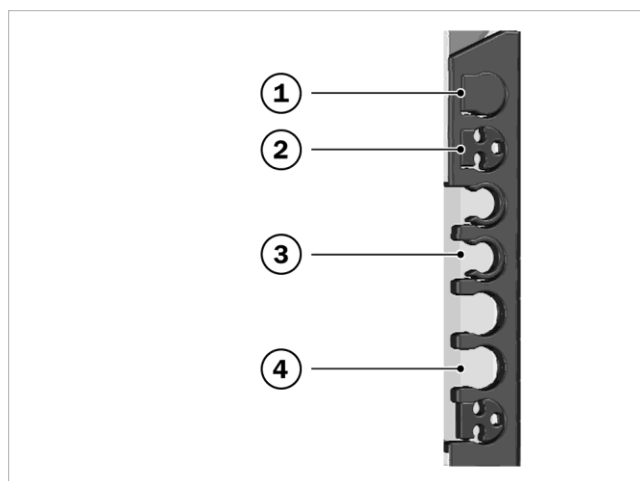

Fig. 21 : Inserts des passages des conduites
4. Positionner l'autre extrémité avec une réduction de 3 (cf. → fig. 21, 2) à travers un passage de conduite au choix sur la droite ou la gauche du châssis ; veiller à ce que la pente soit suffisante.
2. Faire sortir la conduite de gaz à l'aide d'une réduction de 3 (cf. → fig. 21, 2) à travers l'un des passages de conduites supérieurs, à gauche ou à droite du châssis.